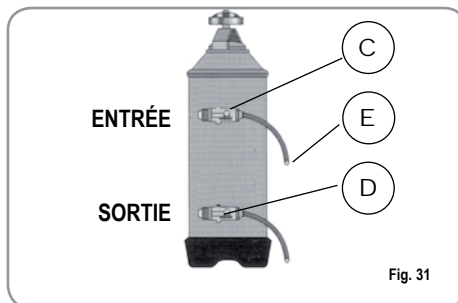

Fig. 31
1) Eteindre la machine et placer un récipient d'une capacité d'au moins 5 litres sous le tube E (Fig. 31).